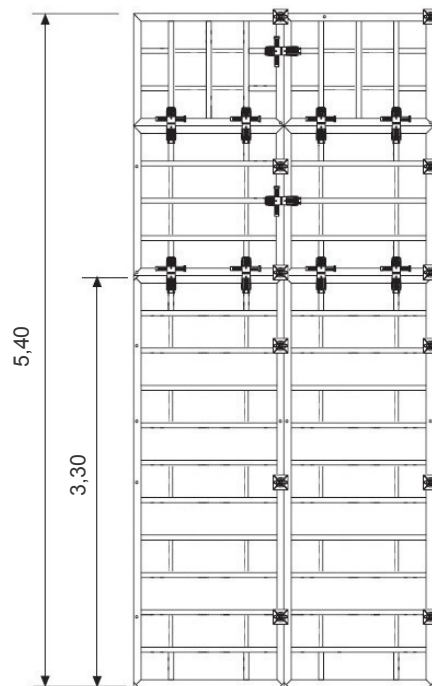

Рис. 85
При наращенных единицах высотой  $h < 5,40$  м соединения элементов выполняются только с помощью выпрямляющего замка BFD (20). (Рис. 85)